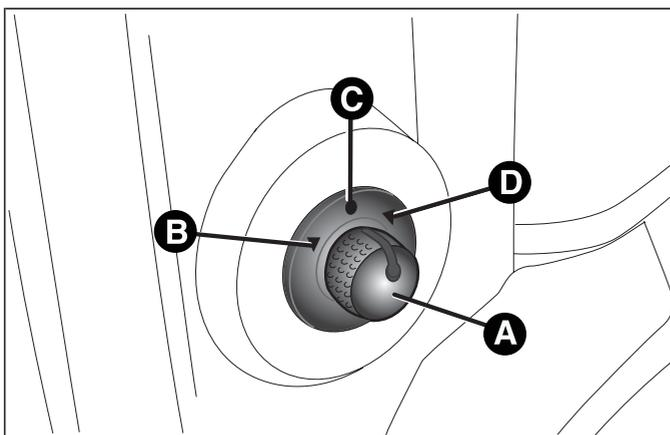

fig. 24
- sélectionner à l'aide du déviateur A fig. 24 le rétroviseur souhaité (droit ou gauche) ;